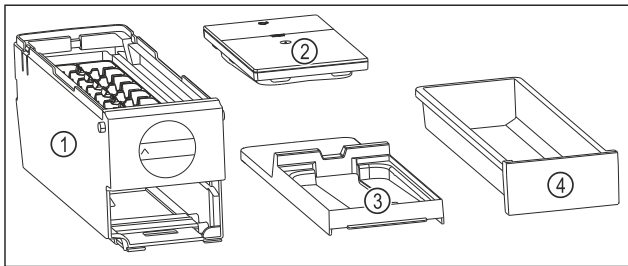

Fig. 185 EasyTwist-Ice:n osat
- ▷ EasyTwist-Ice on jaettu neljään osaan. (katso Fig. 185)
- ▶ Pura EasyTwist-Ice vain kuvissa esitettyihin osiin. (katso Fig. 185)
- ▶ Puhdista EasyTwist-Ice-runko Fig. 185 (1) kokonaisuena.